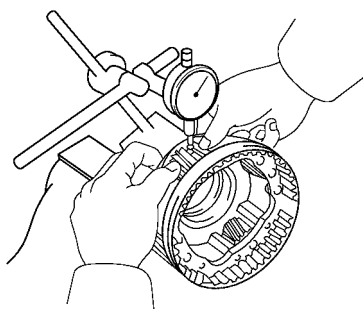

图 12-30 用千分表测量行星小齿轮油隙
(2) 检查行星小齿轮的油隙。使用千分表测量行星小齿轮的油隙，如图 12-30 所示。